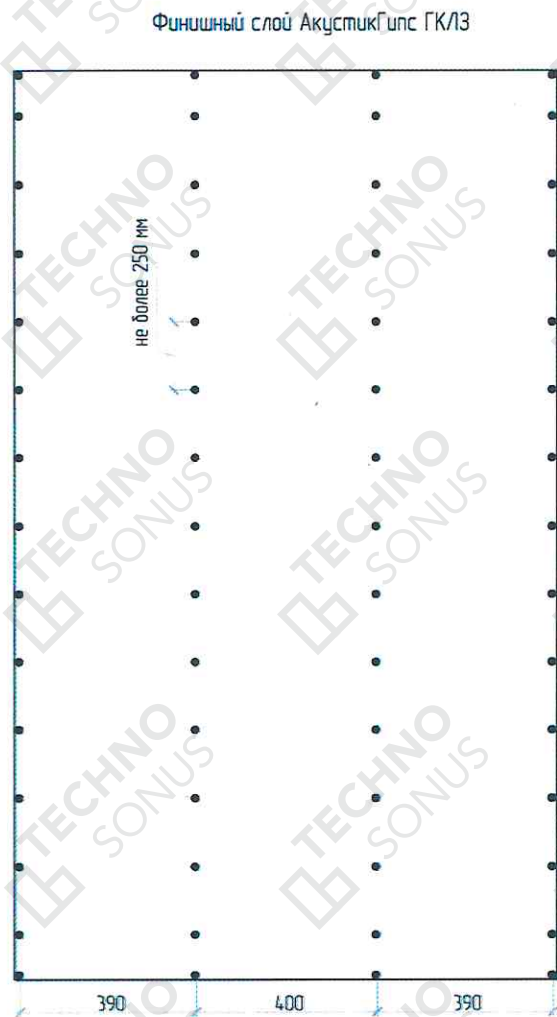
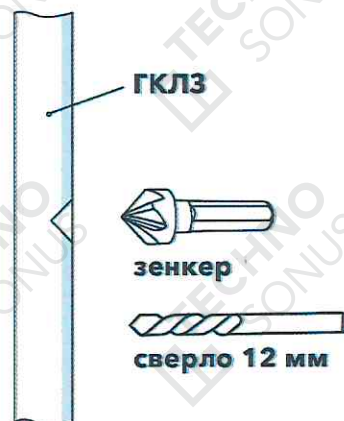

Рисунок 15 - Схема расположения саморезов на финишном слое АкустикГипс ГКЛЗ
Рисунок 15.1 - Подготовка посадочного места под саморез
6.4. Установить и закрепить финишный слой листов АкустикГипс ГКЛЗ. Шаг саморезов не более 25 см по вертикали и 400 мм по горизонтали (рисунок 15). Лист не должен начинаться с утоненной кромки и не должен заканчиваться ей же. Вертикальная стыковка листов АкустикГипс ГКЛЗ возможна только по утоненной кромке. Не допускается стыковка утоненной кромки и отрезного края. Швы между листами не заполняются виброакустическим герметиком Сонетик. Для фиксации финишного слоя АкустикГипс ГКЛЗ применяются саморезы ТС-У 5x35. Предварительно необходимо сделать зенковку для формирования посадочного места под шляпку саморезов (рисунок 15.1). Шляпка самореза не должна быть утоплена в слой гипса более чем на 1 мм. Саморезы должны отстоять от края торцевой кромки листов на расстоянии не менее 15 мм и продольной (горизонтальной, утоненной) кромки – не менее 10 мм.